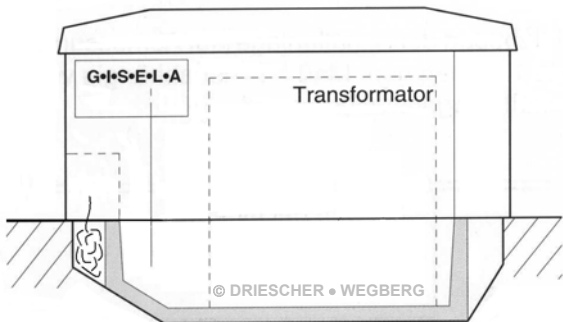
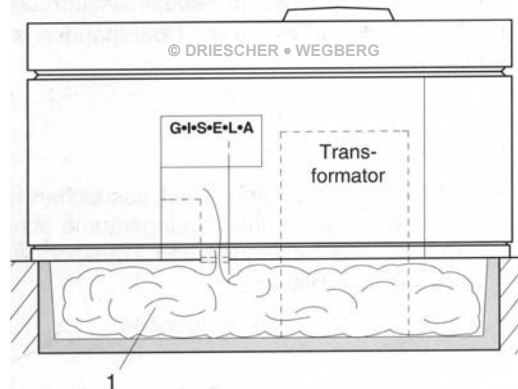
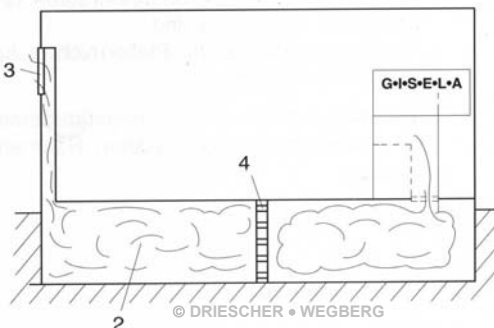

Bild 1 / Figura 1
Bild 2 / Figura 2
Bild 3 / Figura 3
- Bei Kompaktstationen Typ K und KSP Fa. DRIESCHER erfolgt der Druckausgleich ausschließlich im Kabelanschlussbereich (Bild 1). Ansonsten muss bei kompakten und begehbaren Stationen die Druckentlastung in den Kabelkanal (1) [Mindestvolumen ~3 m³] vorgesehen werden (Bild 2).
- Bei vorhandenem Kabelkanal (2) [Mindestvolumen ~1,1m³; Mindestquerschnitt – 0,25m² mit Öffnung (3) nach außen], diesen als Druckentlastungsraum nutzen.
- Durch Einbau von zwei Lagen Streckmetall (4) werden die Lichtbogengase zusätzlich gekühlt und der Austritt von heißen Gasen gemindert (Bild 3).